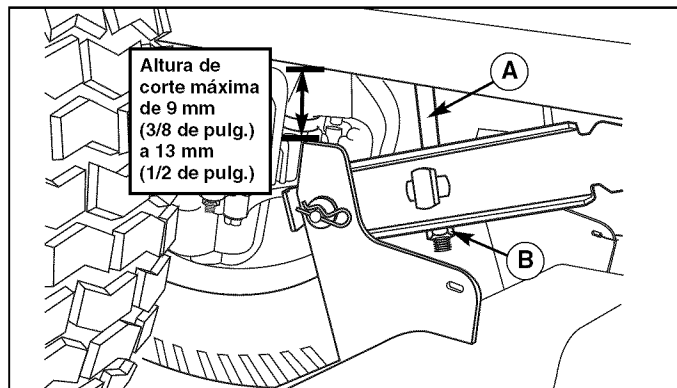

Figura 26. Nivelación del cortacésped lado a lado
5. Gire la contratuerca (B, Figura 26) para subir o bajar ese costado del cortacésped.
NOTA: La altura de corte máxima en que se puede ajustar el cortacésped es de 9 mm (3/8 de pulg.) a 13 mm (1/2 de pulg.) entre el chasis y el tope superior del cortacésped (vea la Figura 26).